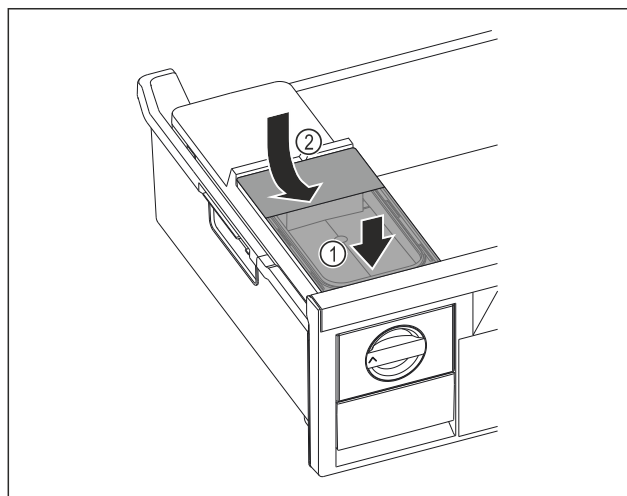

Fig. 43
- Collegare il serbatoio dell'acqua alla parte anteriore. Fig. 43 (1)
- Abbassare il serbatoio dell'acqua posteriore. Fig. 43 (2)